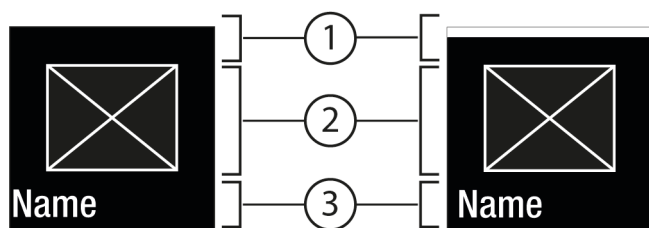
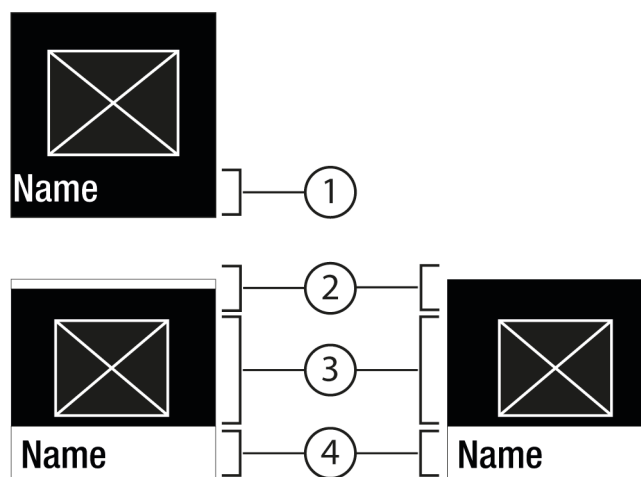

Fig. 7
Fig. 8
- Pomocí Potvrzení Fig. 6 (2) vyvolejte podmenu Fig. 8 (4).
- Nastavení nové hodnoty: Vyberte pomocí Potvrzení Fig. 6 (2) deaktivovanou hodnotu Fig. 7 (1).
- Zpět do menu: Vyberte pomocí Potvrzení Fig. 6 (2) již aktivovanou hodnotu Fig. 7 (2).
▷ Stav: aktivováno *Fig. 7 (1)* se krátce zobrazí v podmenu *Fig. 8 (4)*.